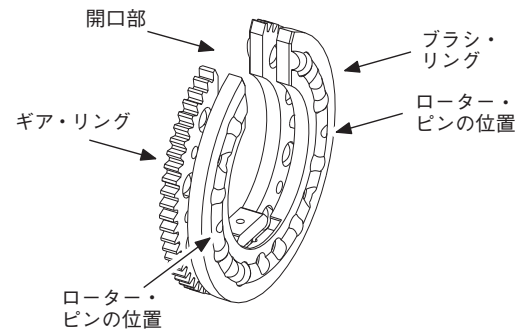

図 33：作業台上にローターを設置する
2. 清潔で乾燥した面にローターを置きます。その際、ローター開口部を上向きにします。2本のローター・ピンが確認できる程度にギア・リングをブラシ・リングから離します。図 33 をご参照ください。